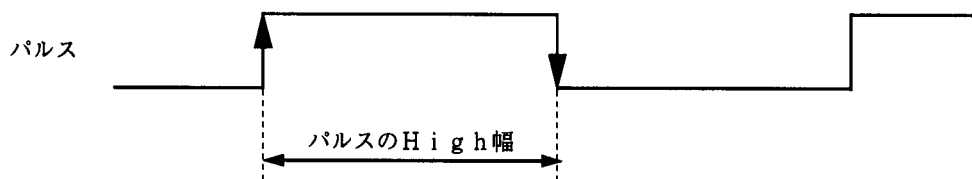

図1 パルスのHigh幅測定タイミング
- (1) 図1に示すようにパルスのHigh幅を測定し、結果をRAMに設定します。
- (2) パルスのHigh幅は5 μ sから214sまで50ns単位で測定可能です。